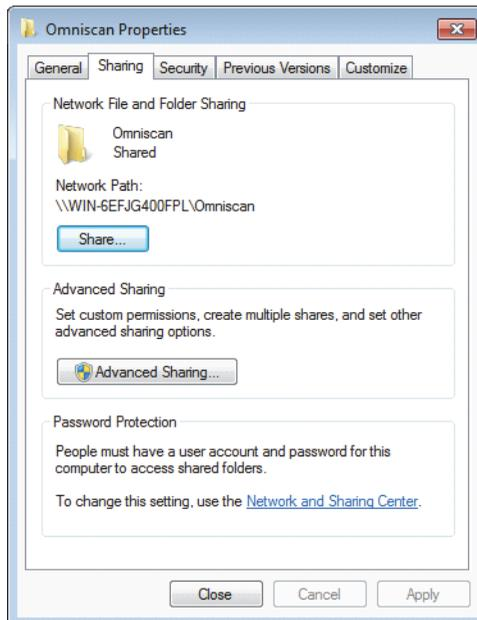

Figure 7-27 Boîte de dialogue OmniScan Properties (Windows 7)
3. Dans la boîte de dialogue **Propriétés de Omniscan**, cliquez sur l'onglet **Partage** (voir la Figure 7-27 à la page 239).
8. Dans la boîte de dialogue **OmniScan Properties** (Propriétés de Omniscan), cliquez sur **Advanced Sharing** (Partage avancé). (voir le Figure 7-27 à la page 239).